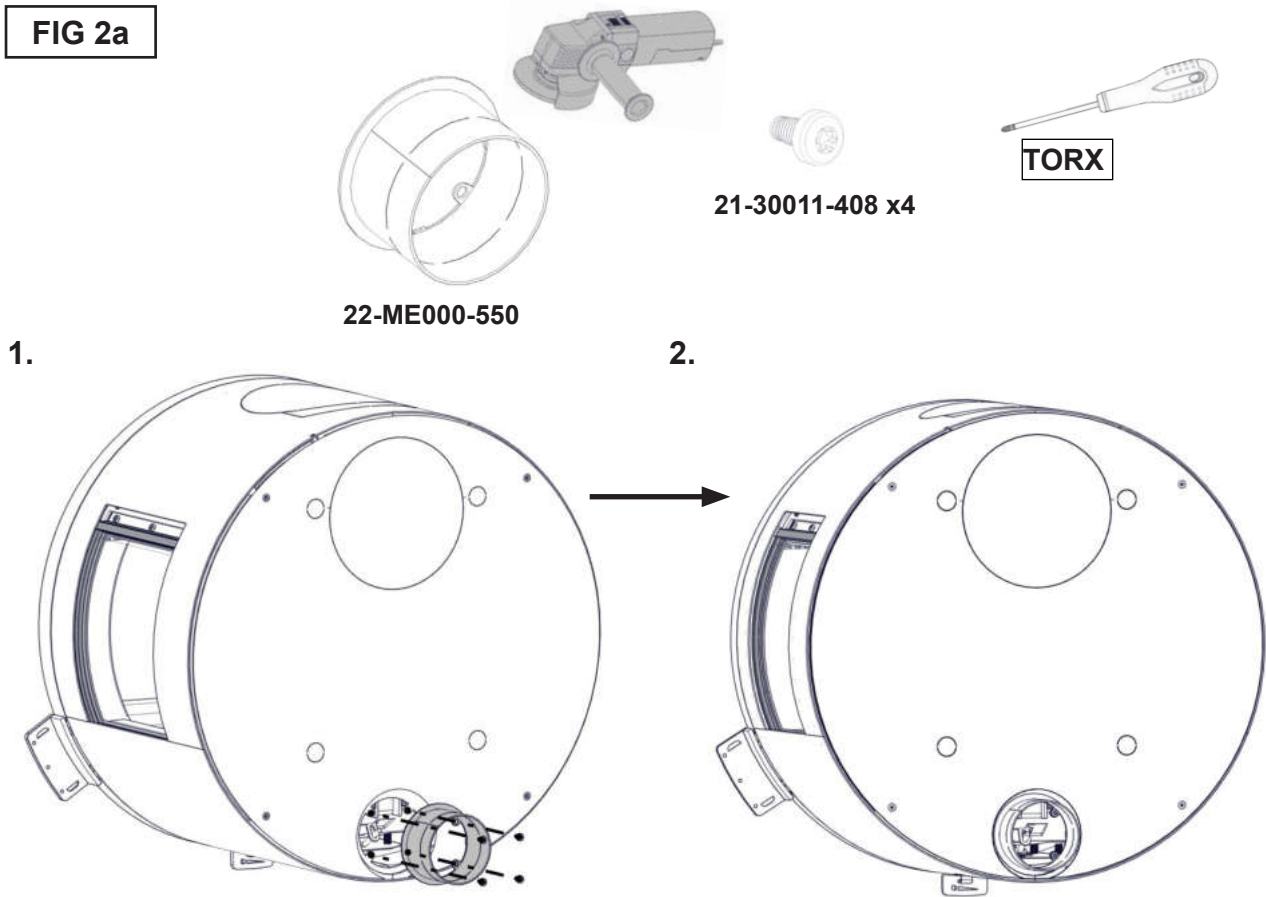

FIG 3 ME stove with sideglass / w/o sideglass
- FIG 3 - Spodní připojení vzduchu